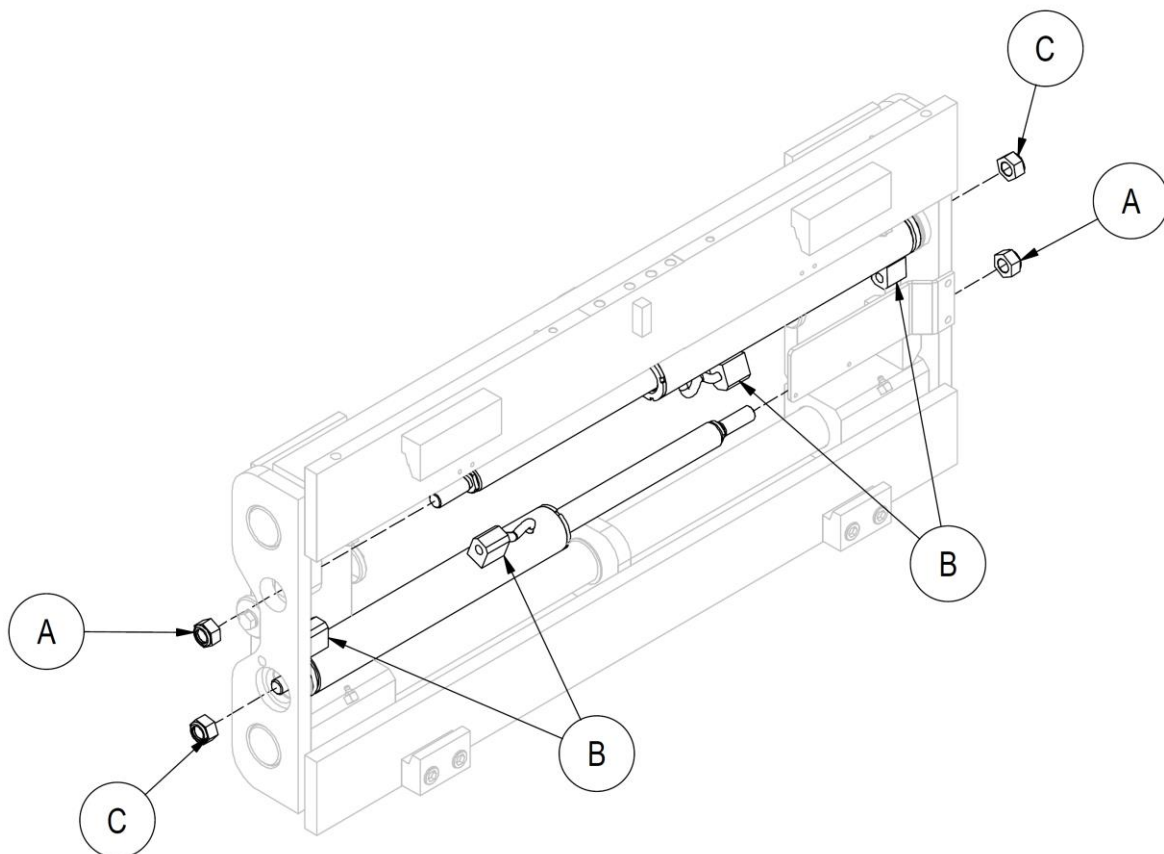

Figure 21
7. Se référer à la *Figure 21*.